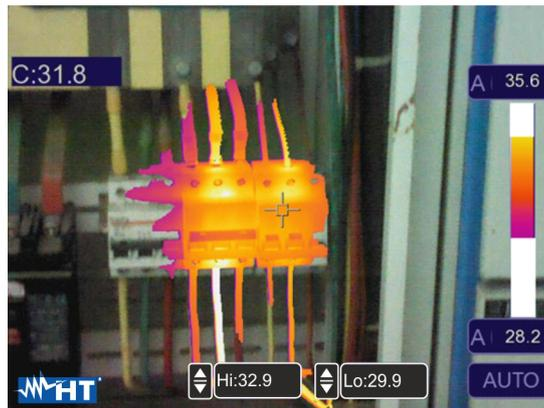

Fig. 44: Selezione Zona visibile
3. Clique no símbolo "🔔" para definir o valor do limite superior associado ao alarme. A imagem da Fig. 44 - lado esquerdo é mostrada no dispositivo
5. Clique no símbolo "🔔" para definir o valor limite inferior associado ao alarme. A imagem da Fig. 44 - lado direito é mostrada no dispositivo